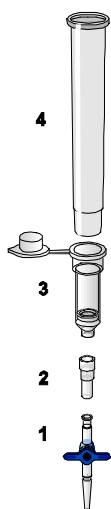

Figura 3. Montagem dos componentes do kit QIAamp DSP Virus para o processamento de amostras com vácuo:
Certifique-se de que o extensor da coluna (EXT), a coluna QIAamp MinElute, o conector de vácuo (VC) e a válvula de vácuo estejam corretamente instalados (consulte a Figura 3).